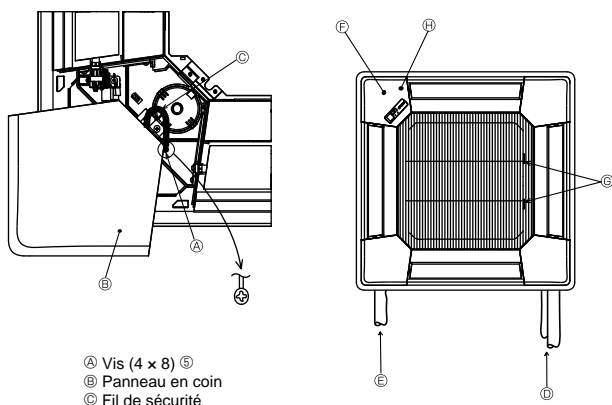

Fig. 9-10
- Ⓐ Vis (4 x 8) ⑤
9.7. Installation de la grille d'aspiration (Fig. 9-10)